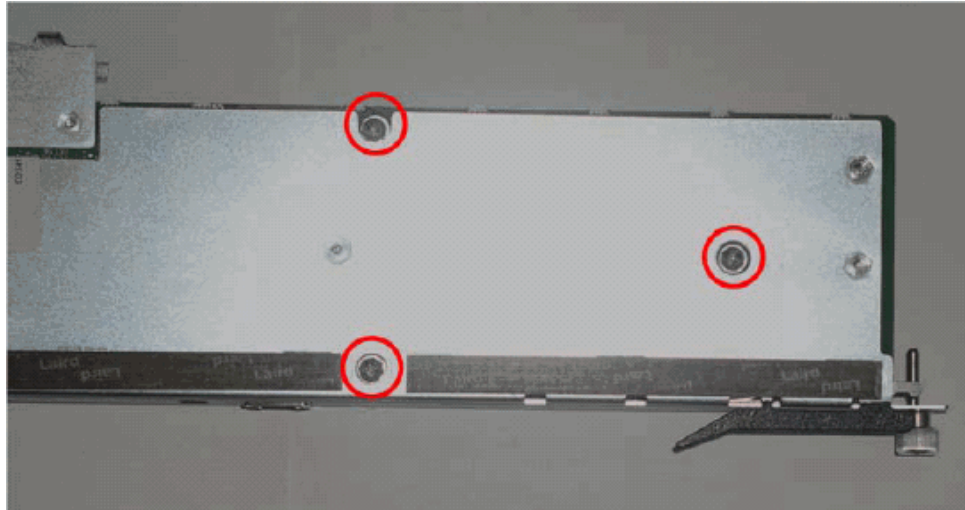

Рисунок 7-10: Положение винтов для крепления держателя жесткого диска к RTM
1. На задней стороне платы RTM отвинтите три винта М3 х 6, служащие для крепления держателя жесткого диска к плате RTM (см. рисунок 7-10).
1. На задней стороне платы RTM отвинтите три винта M3 x 6, служащие для крепления держателя жесткого диска к плате RTM (см. рисунок 7-10).